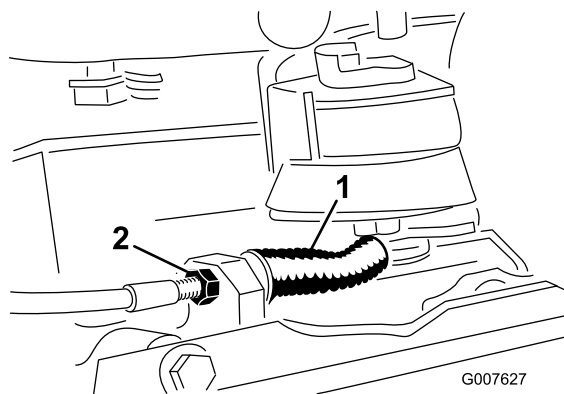

Figura 34
- Per ridurre la tensione del cavo, allentate il controdado del cavo anteriore e serrate il controdado posteriore (Figura 34). Ripetete i passaggi 1 e 2 e regolate la tensione, se necessario.
- Per aumentare la tensione del cavo, serrate il controdado del cavo anteriore e allentate il controdado posteriore (Figura 34). Ripetete i passaggi 1 e 2 e regolate la tensione, se necessario.